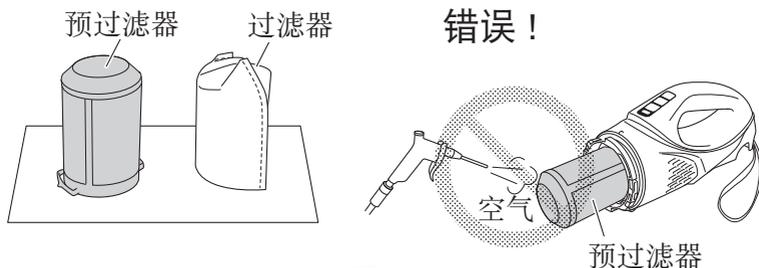

图 20
- 请勿使用气枪或类似的工具清洁预过滤器、过滤器或本产品。（图 20）